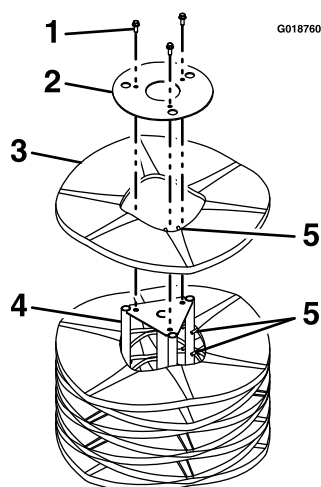

Figura 35
5. Coloque el conjunto principal del cepillo en posición vertical con el disco de retención desmontable hacia arriba (Figura 35).
6. Retire y guarde las fijaciones del disco de retención (Figura 35).
8. Instale los segmentos nuevos alternando los dedos metálicos de alineación, según se muestra en Figura 35.